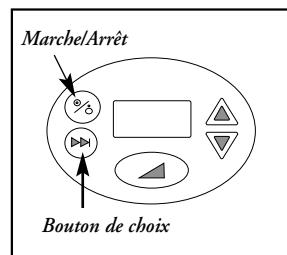

Figure 9
5. Quand vous vous réveillez le matin, appuyez sur le bouton Marche/Arrêt pour arrêter le ventilateur, **Figure 9**.